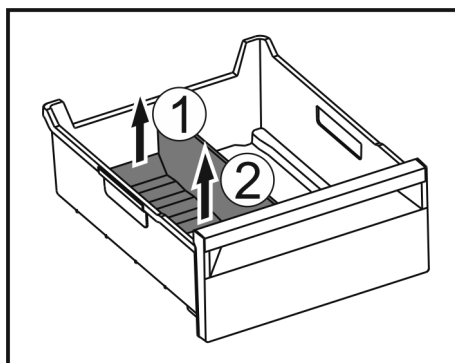

Fig. 258
- Ngrini lart pjesën e pasme të ndarësit të sirtarit të akullit. Fig. 258 (1)
- Hiqeni ndarësin e sirtarit të akullit nga lart. Fig. 258 (2)